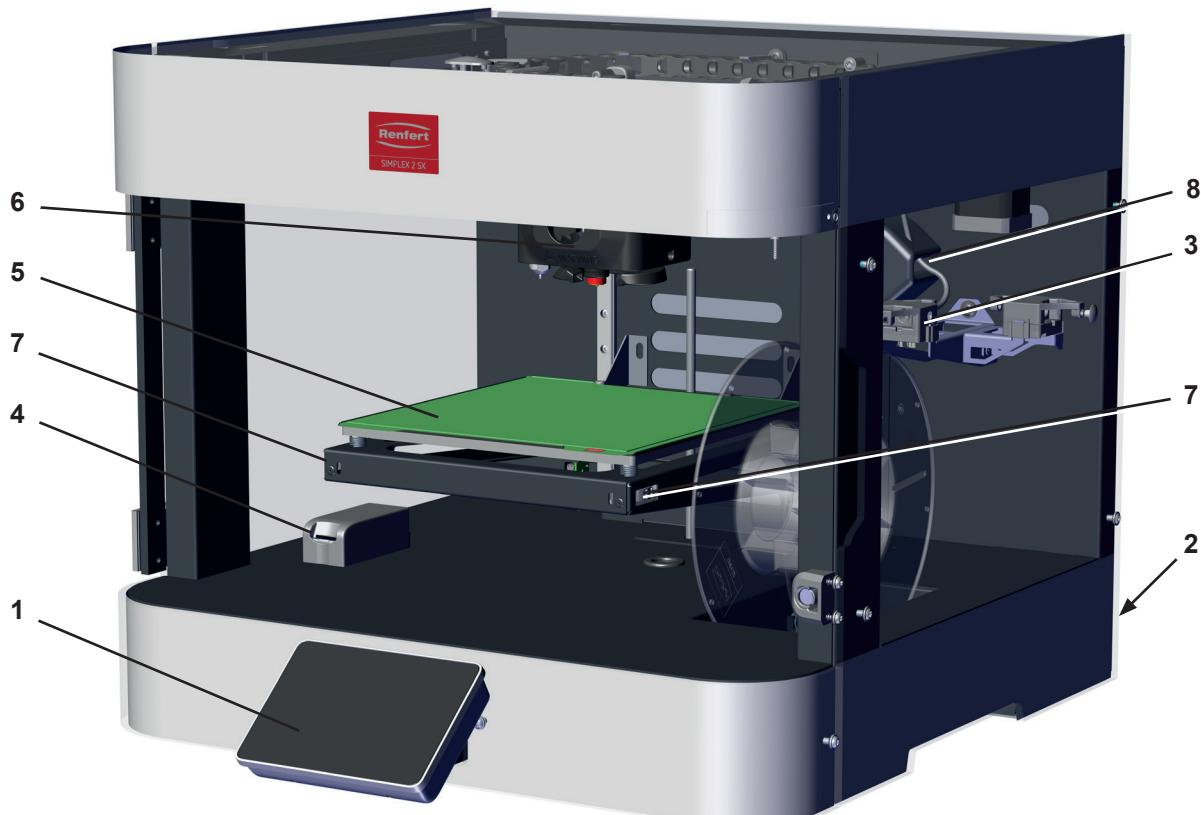

Abb. 1
Stellen Sie sicher, dass der EIN/AUS-Schalter (2, Abb. 1) auf Aus (O) steht.
- ⇒ Netzkabel auf der Geräterückseite in den Netzanschluss (2, Abb. 1) einstecken.
- ⇒ Schalten Sie das Gerät mit dem Ein-/Aus-Schalter (2, Abb. 1) auf der Rückseite des Gerätes ein.